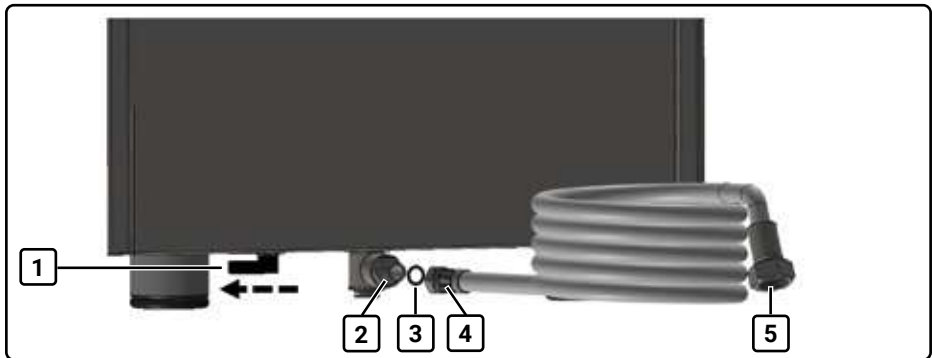

Abb. 5 Rückansicht mit Drehventil und Wasseranschlussstutzen
2. Im Lieferumfang enthaltenen Wasseranschlussschlauch (4, Abb. 5) an Wasseranschlussstutzen (2, Abb. 5) an der Unterseite der Maschine anschrauben. Dafür Dichtung (3, Abb. 5) verwenden.
4. Wasseranschlussschlauch (5, Abb. 5) an Wasserversorgung anschließen.
5. Drehventil (1, Abb. 5) in die Festwasser-Stellung bringen. Das Ventil zeigt zur Außenseite der Maschine.